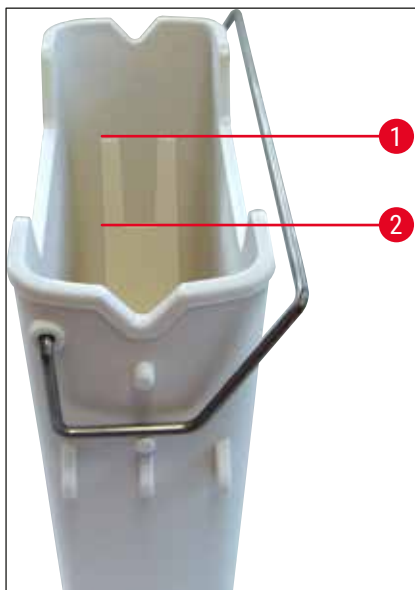
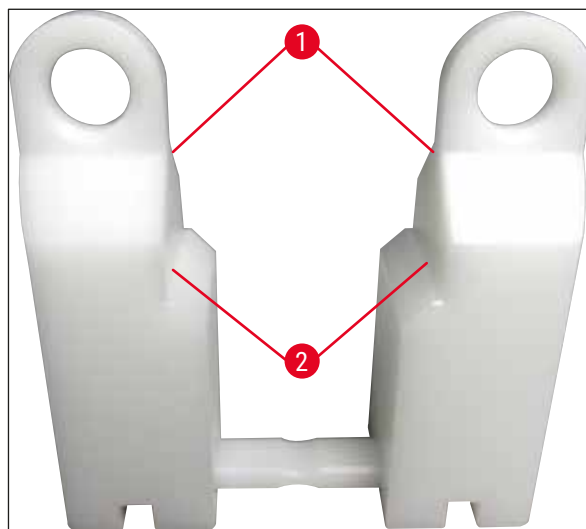

Bild 66
Bild 67
Kontrollera att reagenskyvetthandtaget är korrekt fastsatt på reagenskyvetten. Om detta inte är fallet ska handtaget sättas fast enligt (→ "Bild 66").
- Observera nivåmarkeringen på insidan av reagenskyvetten när du fyller den, oavsett typ av kyvett (→ "Bild 66") (→ "Bild 67").
- Om mellanlägg för specialinfärgning (→ "Bild 67") används i reagenskyvetterna för att reducera reagensvolymen ska dessa sättas i reagenskyvetten innan reagensen fylls på (minst upp till den markerade lägsta fyllnadsnivån (→ "Bild 67-2"), men inte över den högsta fyllnadsnivån (→ "Bild 67-1")).